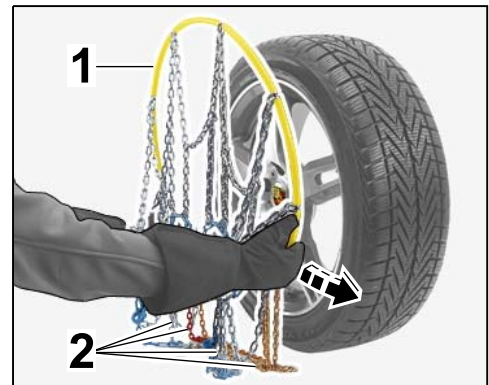

Bild 3
2.1.2 Kettennetz der Schneekette ordnen (⇒ *Bild 3*).